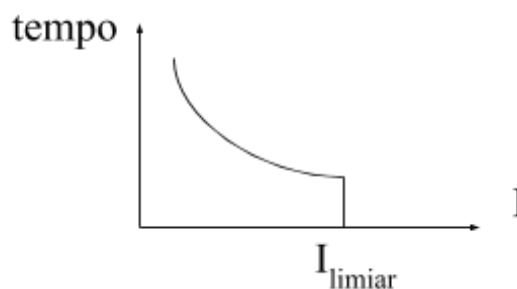

Figura 3 - Limiar de atuação da proteção magnética
- 2.2. Determinar aproximadamente o limiar de atuação da proteção magnética do disjuntor de 15 A. Para isso, utilizar o alicate amperímetro com a opção “Peak hold” ativada, energizar o circuito e verificar o número de ciclos até a atuação do disjuntor. O tempo de atuação do disjuntor é medido pelo contador de ciclos ( $1 \text{ ciclo} = 1/60 \text{ s}$ ). Iniciar o experimento com uma corrente elevada (maior que 50 A) e observar que a abertura do disjuntor é imediata. A partir desse ponto, diminuir o valor da corrente até a obtenção de uma corrente mínima ( $I_{limiar}$ ) onde a abertura do disjuntor continua imediata, conforme ilustrado na figura 3. Observação: um tempo de atuação de 2 segundos ou menos já é considerado imediato para um disjuntor dessa categoria.